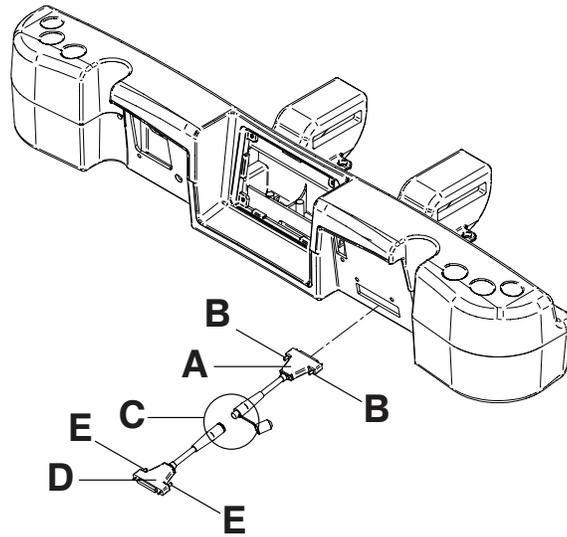

Figure 128 – Connexions du protecteur de mur
1. Insérer l'extrémité à broches du premier connecteur (A) dans le côté tête du produit (Figure 128).
2. Visser les raccords du connecteur (B) pour fixer le connecteur au produit.
3. Raccorder l'extrémité arrière du second connecteur dans l'extrémité arrière du premier connecteur (C).
4. Insérer l'extrémité à broches du second connecteur (D) dans le mur.
5. Visser les raccords du connecteur (E) pour fixer le connecteur au mur.